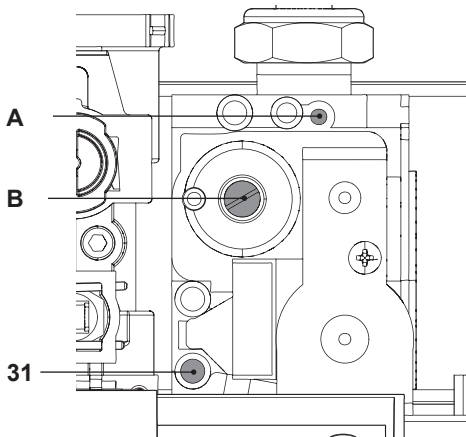

Рисунок 7.9
- Выключив котел (приведя его в нерабочее состояние), проверьте давление питания при помощи отвода 31, см. Рисунок 7.9, и сравните считанное значение со значениями, приведенными в таблице «Давление газа на подаче» в разделе «Технические данные» на стр. 22.
- Тщательно закройте отвод для замера давления 31 (см. Рисунок 7.9).
- Чтобы откалибровать CO_2 котла (давление газа на горелке), необходимо полностью отвинтить латунную защитную пробку **В** и повернуть расположенный под ней винт с внутренним шестигранником $\varnothing 4$ мм, см. Рисунок 7.9. При повороте по часовой стрелке значение CO_2 увеличивается.
- Если два параметра не совпадают, следует воздействовать на винт максимальной регулировки RQ (A см.Рисунок 7.9) газового клапана и настроить CO_2 на то же значение, приведенное в таблицах раздела "Технические данные" стр. 22. Поворачивая по часовой стрелке, CO_2 уменьшается.